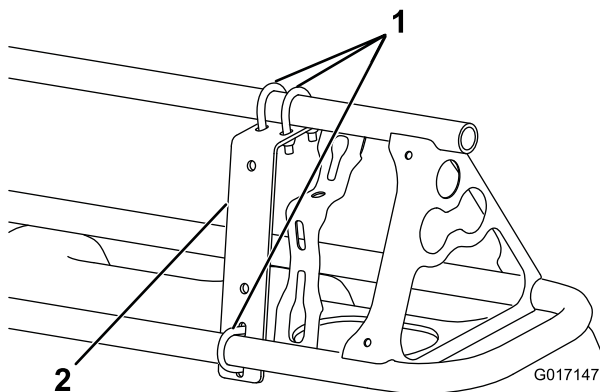
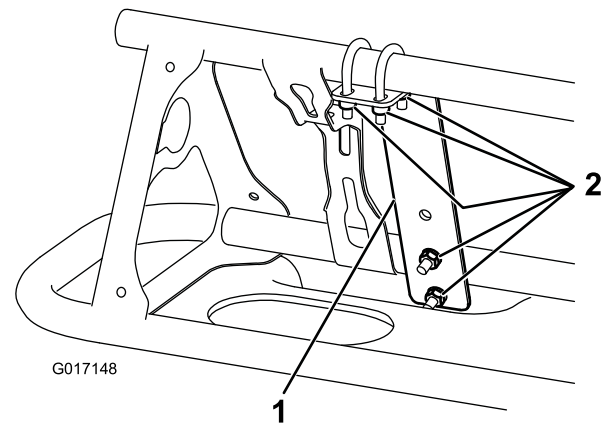

図 5
図 6
1. 各ブームの一番外側のノズルの近くに、取り付けブラケットをブームの前側に取り付ける；Uボルト（3本）、ロックナット（6本）（1/4 インチ）（図 5 と 図 6）。